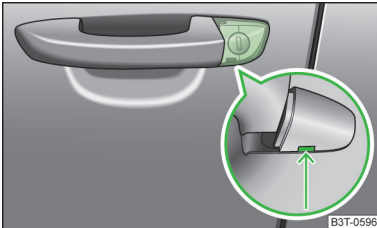

Abb. 194
- Den Fahrzeugschlüssel in die Aussparung an der Unterseite der Abdeckung im Pfeilbereich einschieben und diese nach oben klappen » Abb. 194.